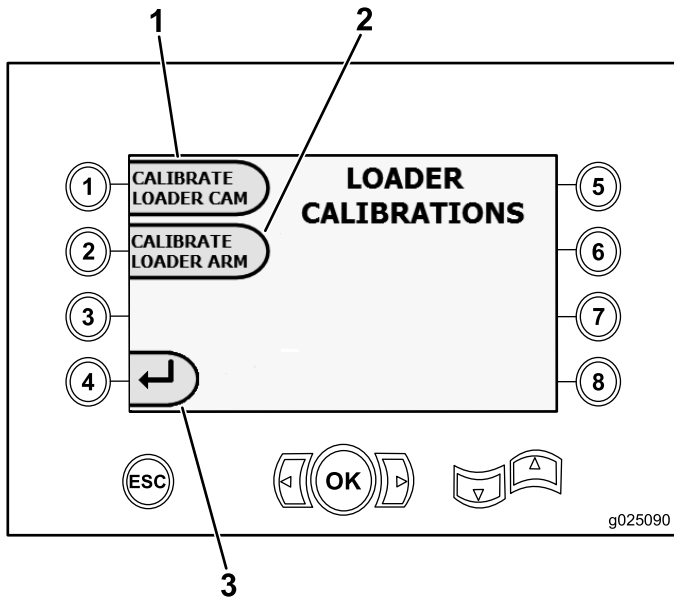

Рисунок 29
- Нажмите кнопку 1 для калибровки кулачка загрузчика (Рисунок 29).
- Нажмите кнопку 2 для калибровки стрелы загрузчика (Рисунок 29).